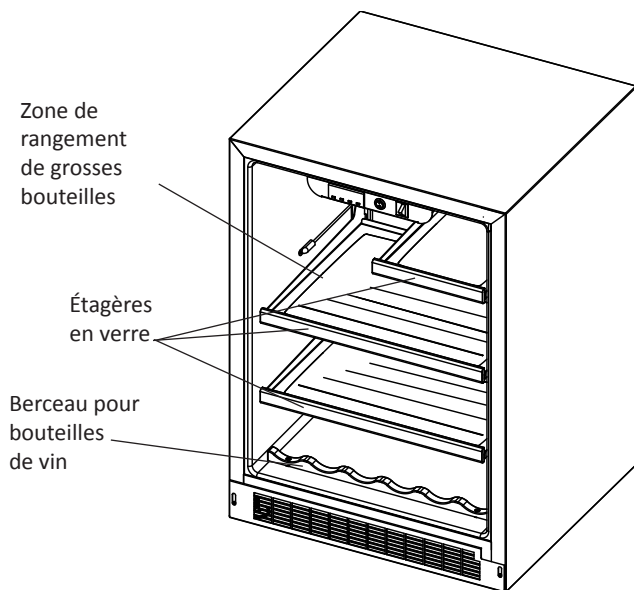

Figure 15
L'armoire de base est équipée de trois tablettes en verre qui peuvent se mettre n'importe où dedans. La demi-tablette en verre est pour ranger des bouteilles hautes ou des bouteilles de vin ouvertes de la tablette du dessous (Voir la Figure 15). Le berceau à bouteilles fixe en bois en bas de l'armoire peut contenir 6 bouteilles de vin. Ce berceau peut s'enlever pour ranger des bonbonnes de vin. Il suffit d'enlever deux (2) vis qui retiennent le berceau sur le plancher de l'armoire.